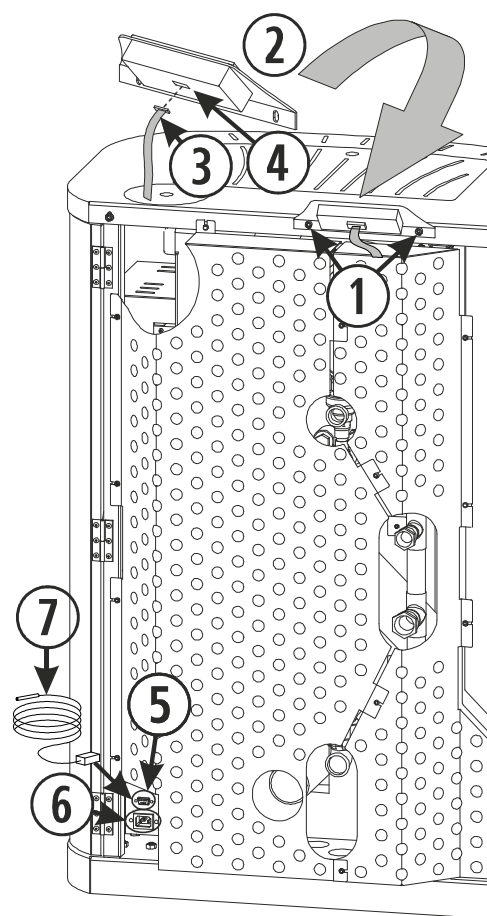

Figura 9
Dobbiamo regolare le viti che fissano il supporto alla caldaia (①), come è indicato nella figura 9 (Aveiro), connettere il nastro piano di connessione della tastiera (③), che si trova nella parte posteriore tenuto fermo con un nastro adesivo e connetterlo alla tastiera (④), assume solo una posizione di connessione.
Il termostato di ambiente (⑦) e il cavo di alimentazione si connettono nella parte posteriore della caldaia come indicato nella figura 9 (Aveiro). Saprà che la caldaia lo riconosce perché vedremo riflessa la temperatura ambiente nel pannello dei comandi. Se colleghiamo un termostato o contatto invece di visualizzare la temperatura ambiente segnerà ( • ) indicando che c'è qualcosa collegato alla porta di comunicazione.